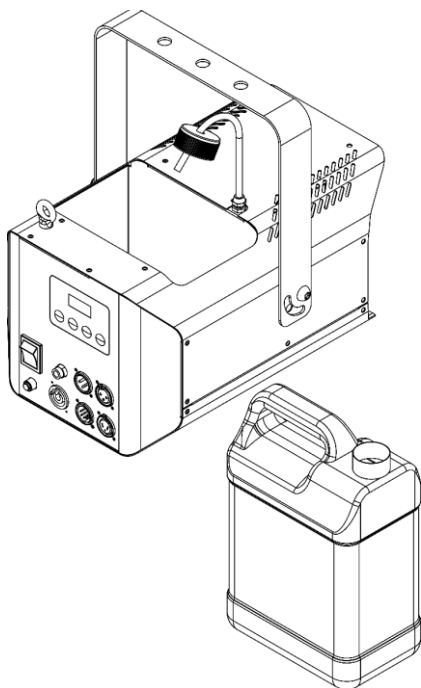

Fig. 10
- 04) Posizionare il serbatoio del liquido su una superficie piana vicino al dispositivo, come mostrato nella Fig. 10.